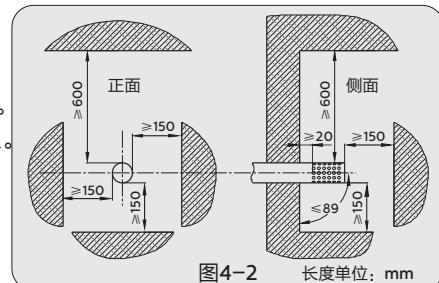

图4-2 长度单位：mm
- 8、排烟管出口必须设置在室外。热水器使用时，排气管出口可能有冷凝水滴落，安装时应注意不要影响他人。排气管出口周围物体的距离如图4-2所示。